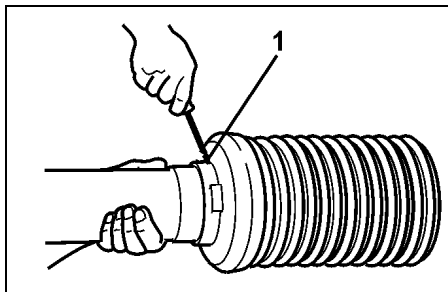

Fig. 12
- Skruva av låsskruven (Fig. 12/1).